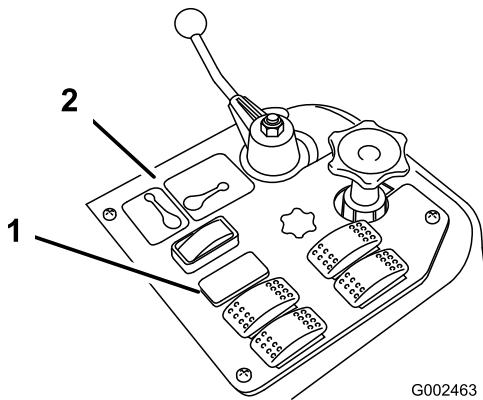
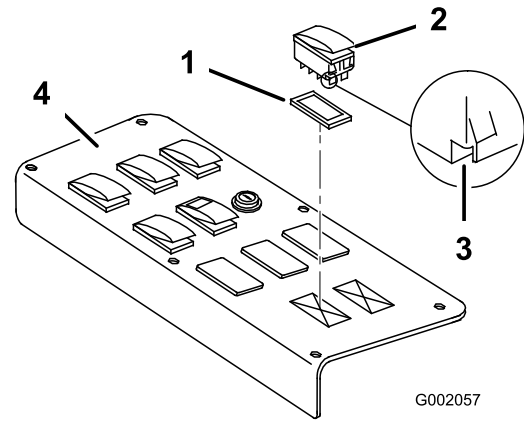

Bild 17
Bild 18
- Entfernen Sie das Armaturenbrett des Sprühgeräts, um die Unterseite (Bild 17 für den 1200 und Bild 18 für den 1250) freizulegen.
- Entfernen Sie den Stecker im Schlitz des Ultraschall-Auslegers vom Armaturenbrett des Spritzgeräts am Fahrzeug und setzen Sie den Kippschalter an dieser Stelle ein (Bild 17 für den 1200 und Bild 18 für den 1250).
Hinweis: Stellen Sie sicher, dass die Ausrichtung des Schalters der Darstellung in Bild 18 entspricht, d. h. die Kerbe zeigt zum Heck des Fahrzeug.